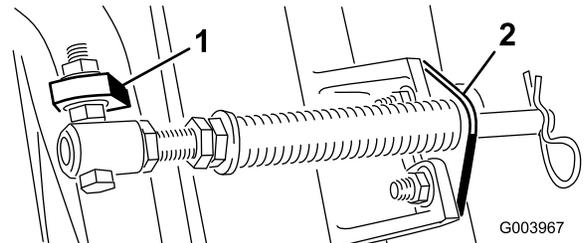

Figura 6
- C. Monte o parafuso no tubo da mola no separador oposto na estrutura de suporte e prenda com a porca flangeada. A cabeça do parafuso deve ser colocada no lado de fora do separador conforme ilustrado em Figura 6.
- D. Monte o suporte da barra nos separadores da unidade de corte com os parafusos e porcas da carroçaria (Figura 6).